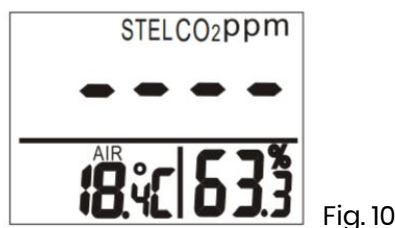

Fig. 10
- Het duurt ten minste 5 minuten om STEL en TWA te berekenen. Gedurende de eerste 5 minuten vanaf de inschakeling geeft het display "----" (zie Fig. 10) weer."